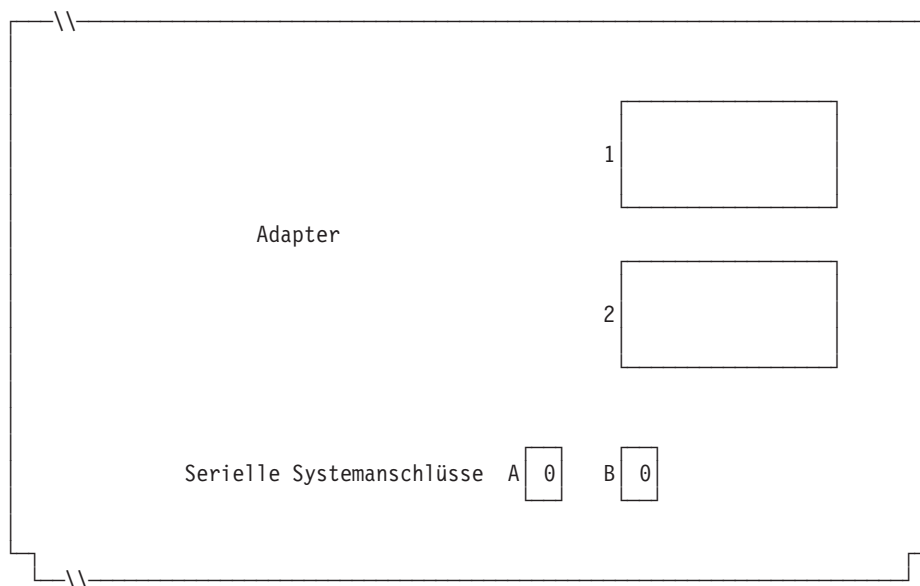

Abbildung 92. Rechte Seite der Rückseite einer Kombination Handelscomputer/Datenkasse IBM 4694-1x4/205
6. Wird ein asynchroner Anschluss durch die Kassensprogramme benutzt, in Abb. 92 die Anschlussnummer eintragen. Wird ein Anschluss nicht durch die Datenkasse benutzt, eine 0 eintragen. Gültige Anschlussnummern sind 1, 2, 3 und 4.